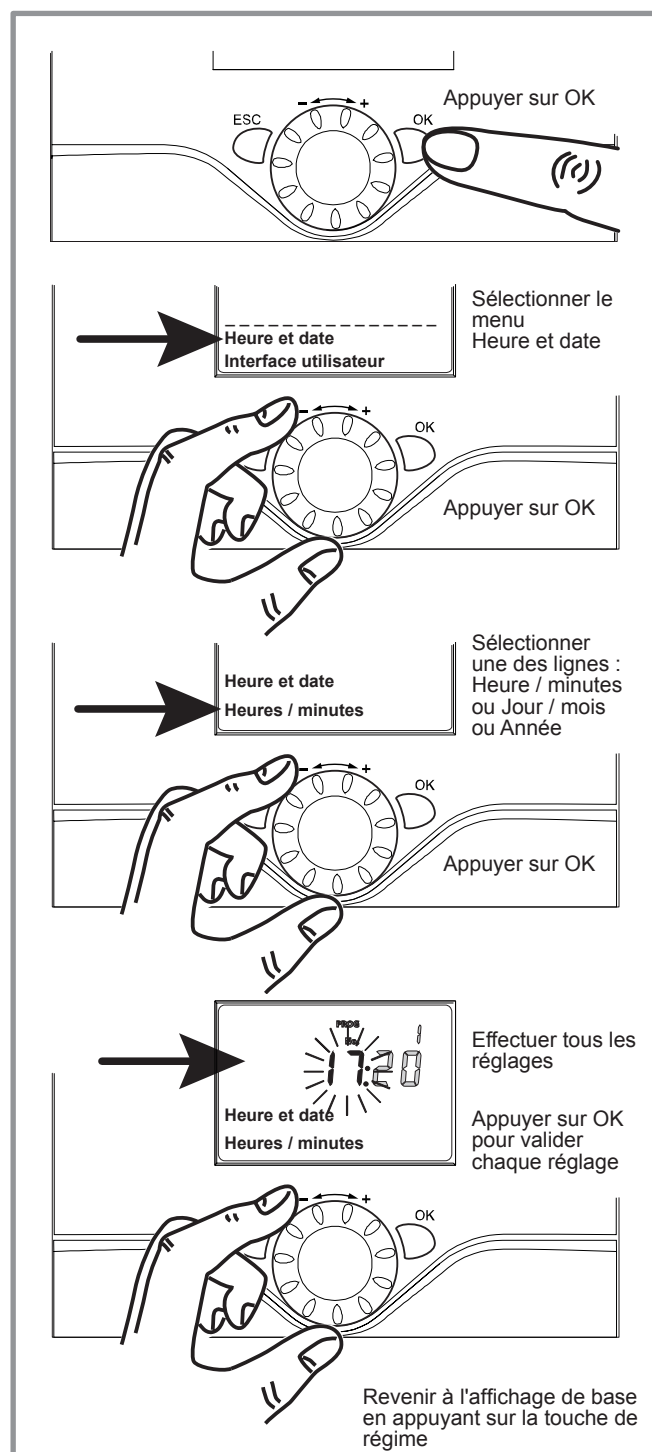

figure 7 - Réglage de l'heure et de la date
- Ajuster l'heure et la date si nécessaire (figure 7).